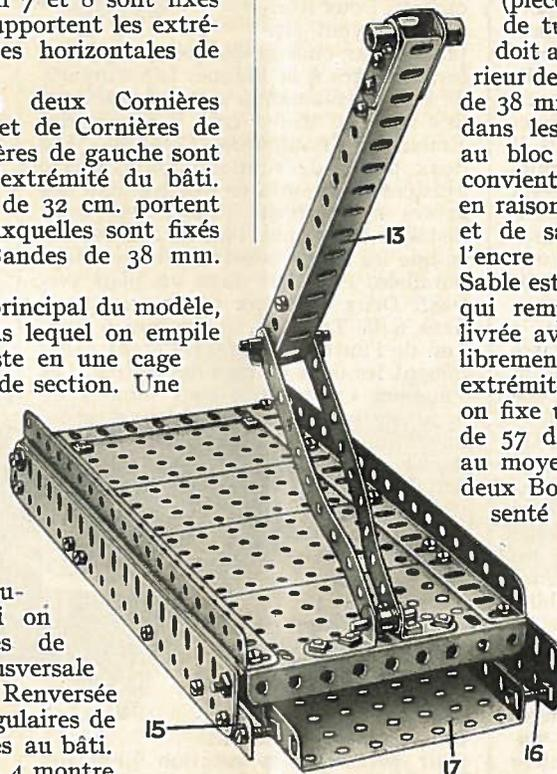

Fig. 4. — Vue du dessous de la platine, montrant sa structure et la façon dont elle est actionnée.
**La Platine et le Rouleau.** — La Fig. 4 montre une vue du dessous de la platine du modèle. Cette pièce est formée d'un cadre rectangulaire garni de quatre Plaques sans Rebords de 11 1/2 x 6 cm. Une extrémité du plateau ainsi formé est munie de deux Equerres de 25 x 12 mm. qui portent une Tringle de 25 mm. à laquelle sont articulées deux Bandes de 14 cm. Les